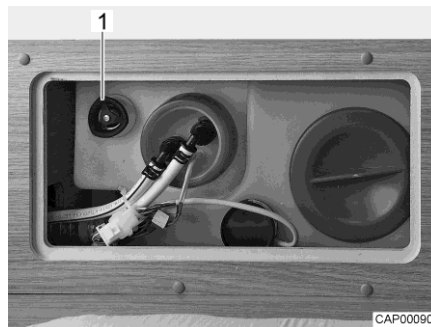

Fig. 64 Réservoir d'eau avec poignée tournante
- Faire tourner la poignée tournante (Fig. 64,1) du réservoir d'eau à fond dans le sens inverse des aiguilles d'une montre au-delà de la résistance pour ouvrir entièrement l'ouverture d'écoulement.